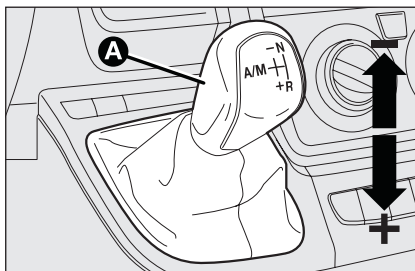
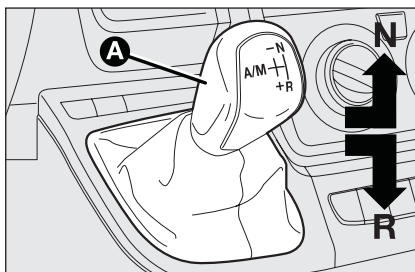
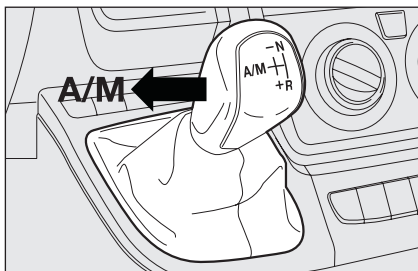

fig. 1
fig. 2
fig. 3
Il cambio è costituito da una trasmissione meccanica tradizionale provvista di leva **A-fig. 1**, alla quale è stato aggiunto un dispositivo elettroidraulico a controllo elettronico che gestisce automaticamente la frizione e l'inserimento delle marce.
- Spingere la leva del cambio verso **+** (marcia superiore) **fig. 1** per inserire la prima marcia (se si proviene da **N** o **R** basta portare la leva nella posizione centrale) oppure in **R fig. 2** per inserire la retromarcia.
- In condizione di marcia, spingere la leva del cambio verso **(+)** **fig. 1** per inserire la marcia superiore oppure verso **(-)** **fig. 1** per inserire quella inferiore.
- Spingere la leva del cambio in **A/M** **fig. 3**, per inserire la logica automatica; spingere la leva del cambio verso **+** (marcia superiore) **fig. 1** per inserire la prima marcia (se si proviene da **N** o **R** basta portare la leva nella posizione centrale) oppure in **R** **fig. 2** per inserire la retromarcia.
La leva di comando **A**-**fig. 1**, ubicata nel tunnel centrale, è di tipo flottante "multi-stabile", ossia può assumere tre posizioni stabili e tre instabili.
Le tre posizioni stabili sono quelle corrispondenti alla folle **N**-**fig. 2**, alla retromarcia **R**-**fig. 2** e alla posizione centrale situata tra le posizioni instabili (-) e (+) **fig. 1**.
Le posizioni instabili, ossia quelle che vengono abbandonate dalla leva non appena questa viene rilasciata, sono invece le posizioni di richiesta marcia superiore (+), posizione richiesta marcia inferiore (-) e la posizione di richiesta modalità di funzionamento automatica (**A/M**) **fig. 3**.
spostare la leva in posizione (+) **fig. 1** per inserire una marcia superiore;
spostare la leva in posizione (-) **fig. 1** per inserire una marcia inferiore.
Per inserire/disinserire il funzionamento automatico (**AUTO**) occorre spingere la leva in posizione **A/M** **fig. 3**; l'avvenuta attivazione viene segnalata dalla visualizzazione della scritta **AUTO** **fig. 5** e della marcia inserita sul display multifunzionale riconfigurabile.
- con leva già in posizione centrale spostare la leva verso **+** (marcia superiore) **fig. 1**;
- con leva in (**N**) o (**R**) **fig. 2** spostare la leva in posizione centrale e quindi verso **+** (marcia superiore) **fig. 1**;
- con leva già in posizione centrale spostare la leva per 2 volte verso **+** (marcia superiore) **fig. 1**;
- Portare la leva in (**R**) **fig. 2**;